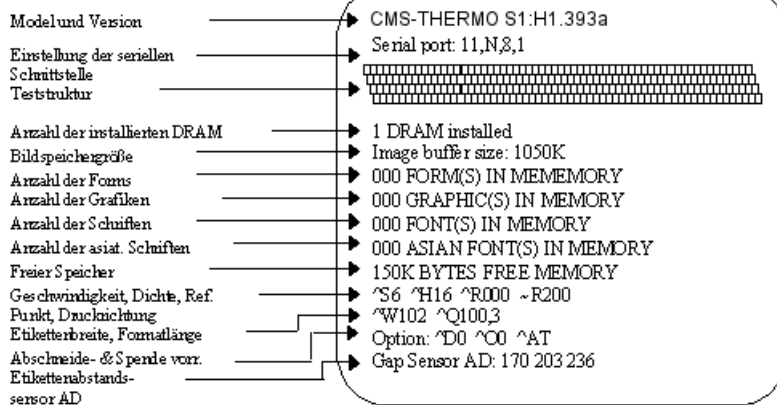

Bild 5-1 Selbsttest
- Der Drucker misst nun die eingelegten Etiketten ein und druckt anschließend seine internen Einstellungen aus (siehe Bild 5-1 auf Seite 42).